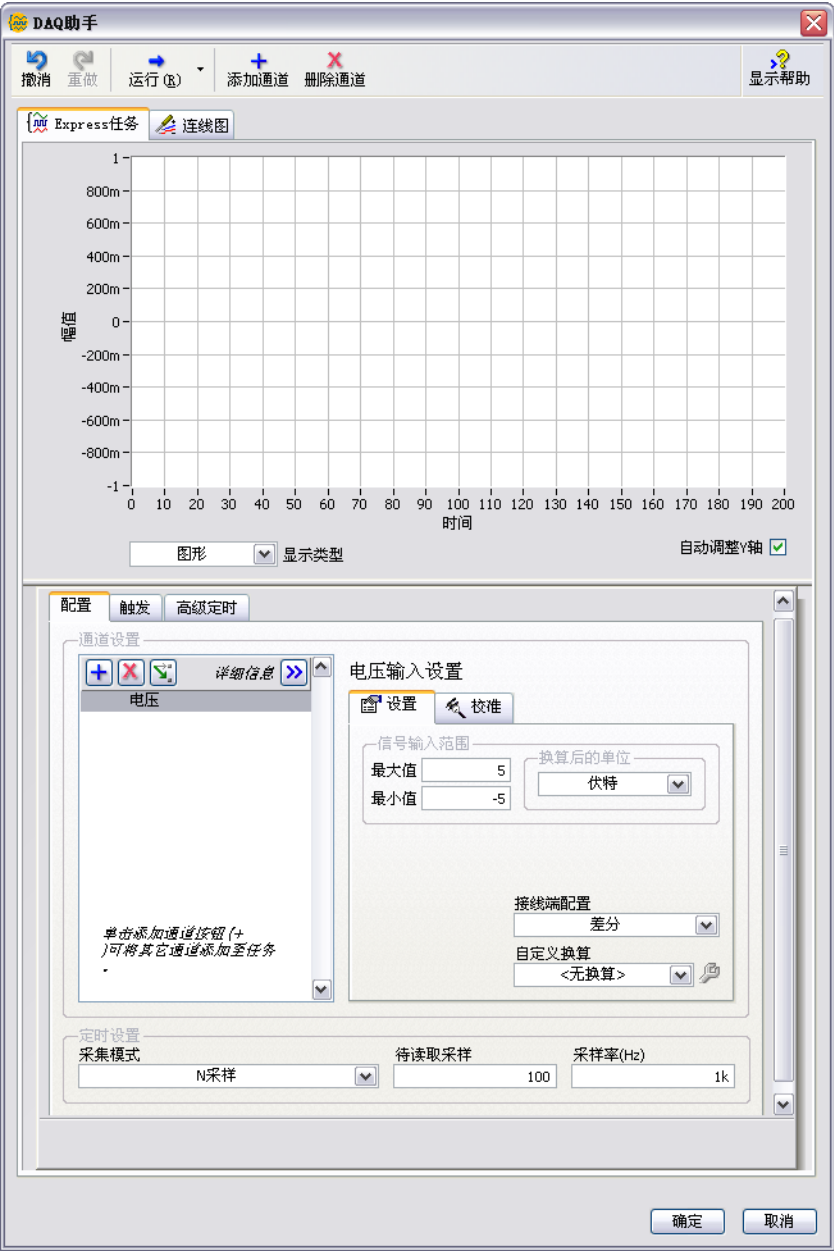

图 4-1 使用 DAQ 助手配置任务
6. 在**支持物理通道**列表中，选择设备与信号连接的物理通道（例如，**ai0**），单击**完成**按钮。DAQ 助手打开的对话框可显示选定要完成任务的通道的配置选项。如图 4-1 所示。